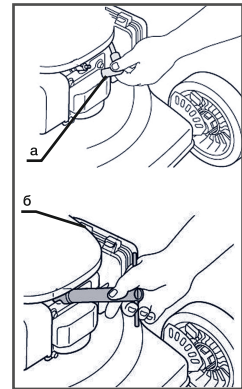

рис. 11
- Выкрутите свечу при помощи специального ключа (рис.11).